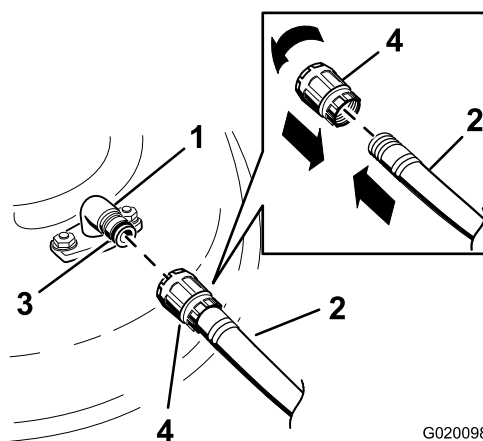

Figura 75
- Coloque união da mangueira na extremidade de limpeza do cortador e ligue a água em elevado (Figura 75).